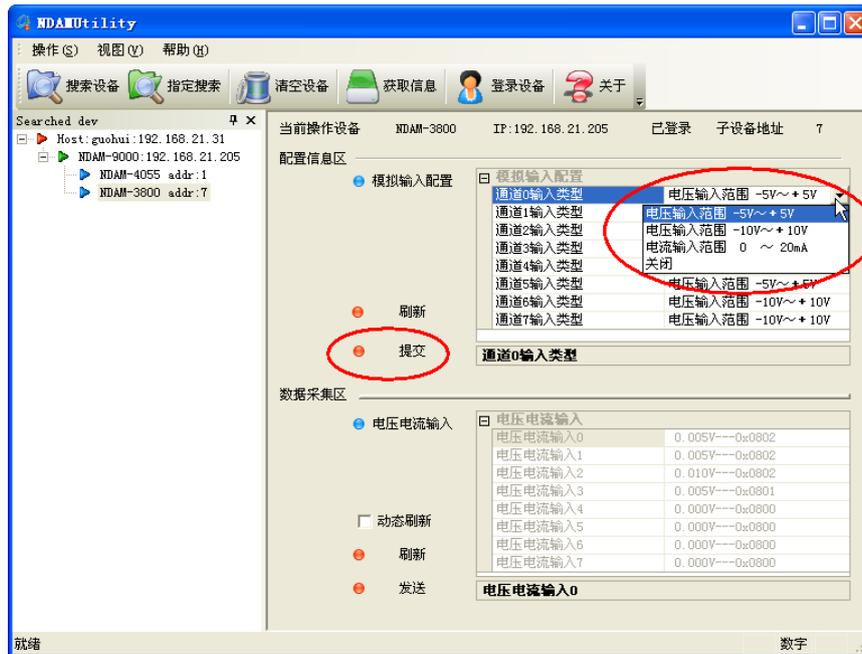

图 3.6 配置窗口操作
⑤ 配置窗口的操作如图 3.6 所示。根据实际要测量信号的类型和范围选中各通道的配置类型，然后点击“提交”。